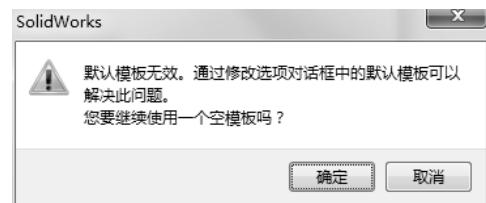

图 8-4 询问对话框
- (3) 出现询问对话框，如图 8-4 所示，然后单击【确定】按钮。